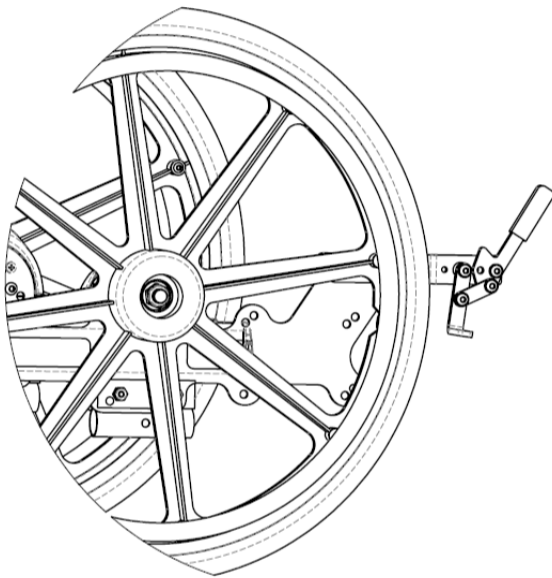

Fig. 15.40 Freno assistente (freno "push to lock")
3. Per azionare il freno assistente, tirare la leva indietro finché non si bloccherà in posizione (Fig. 15.40).